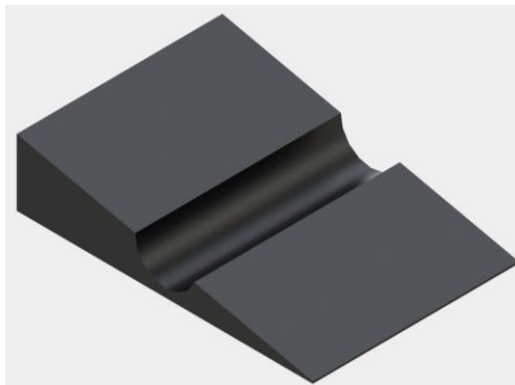

Рисунок 13. Подушка для позиционирования на боку.
5. Подушка для позиционирования на боку (опция). (Рисунок 13). Обеспечивает надежное позиционирование на боку с разгрузкой плечевого сустава и защитой нервов, при операциях на бедрах, плечах и почках. Размеры (ДхШхВ) 720х500х160.